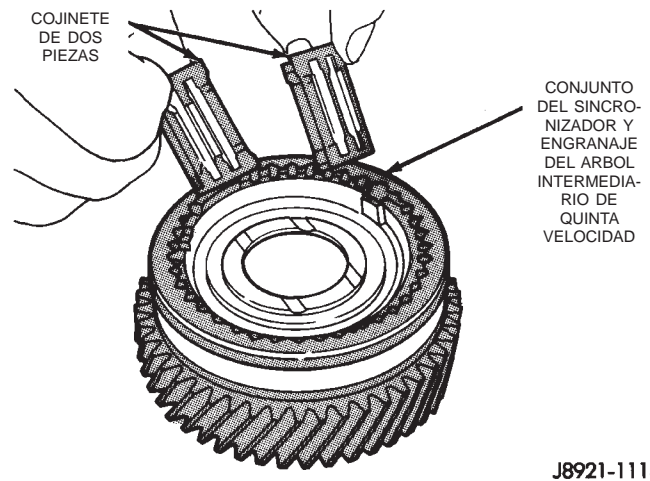

Fig. 97 Instalación de los cojinetes del engranaje del árbol intermedio de quinta velocidad
(28) Instale las mitades del cojinete del engranaje del árbol intermedio de quinta velocidad en el conjunto del engranaje del árbol intermedio de quinta velocidad (Fig. 97).